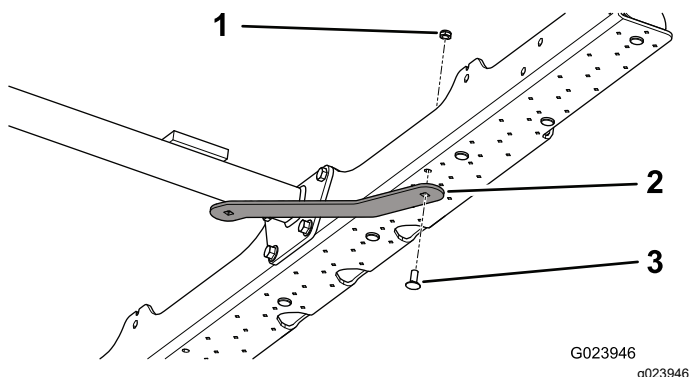

Figura 5
1. Alinhe a extremidade plana mais comprida de um tirante de suporte com o lado inferior da placa inferior de forma a que a extremidade plana mais curta atinja a barra de engate (Figura 5).
2. Prenda o tirante de suporte à placa inferior com um parafuso (5/16 x 3/4 pol.) e uma porca de bloqueio (5/16 pol.); consulte a Figura 5.